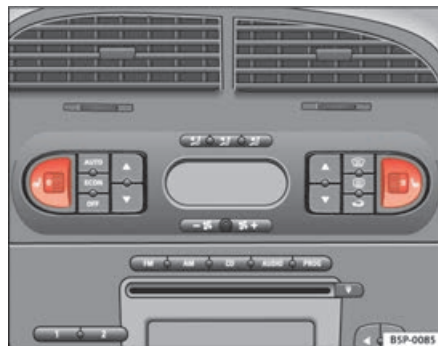

Fig. 96 Rotelle zigrinate per il riscaldamento dei sedili anteriori
- Per accendere il riscaldamento di un sedile, girare la rotella corrispondente ⇒ **fig. 96**. Sulla posizione **0**, il riscaldamento del sedile è spento.